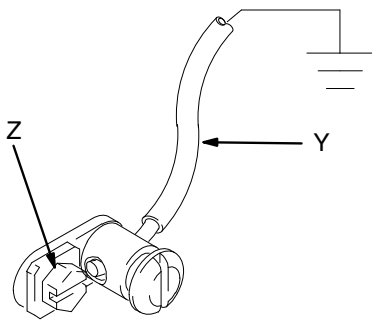

図 1
- King ポンプ: 接地線およびクランプを使用します 図 1 を参照してください。接地ネジ (Z) を外し、接地線 (Y) の末端にあるリングターミナルの孔口に挿入します。接地ネジをポンプに再度取り付けて、しっかりと締めます。接地線のもう一端を実際の地面に接続します。注文部品番号 222011 接地線とクランプ。